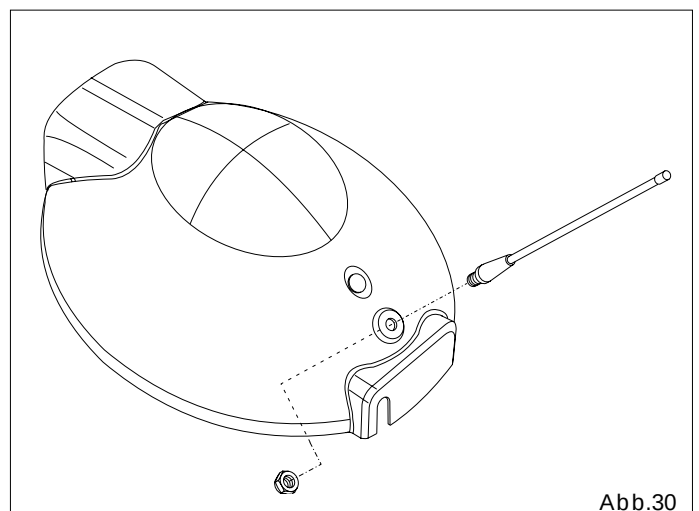

Abb.30
8.3 Das Gehäuse umkehren, die Antenne einführen und von innen mit der Mutter befestigen (Abb.30).